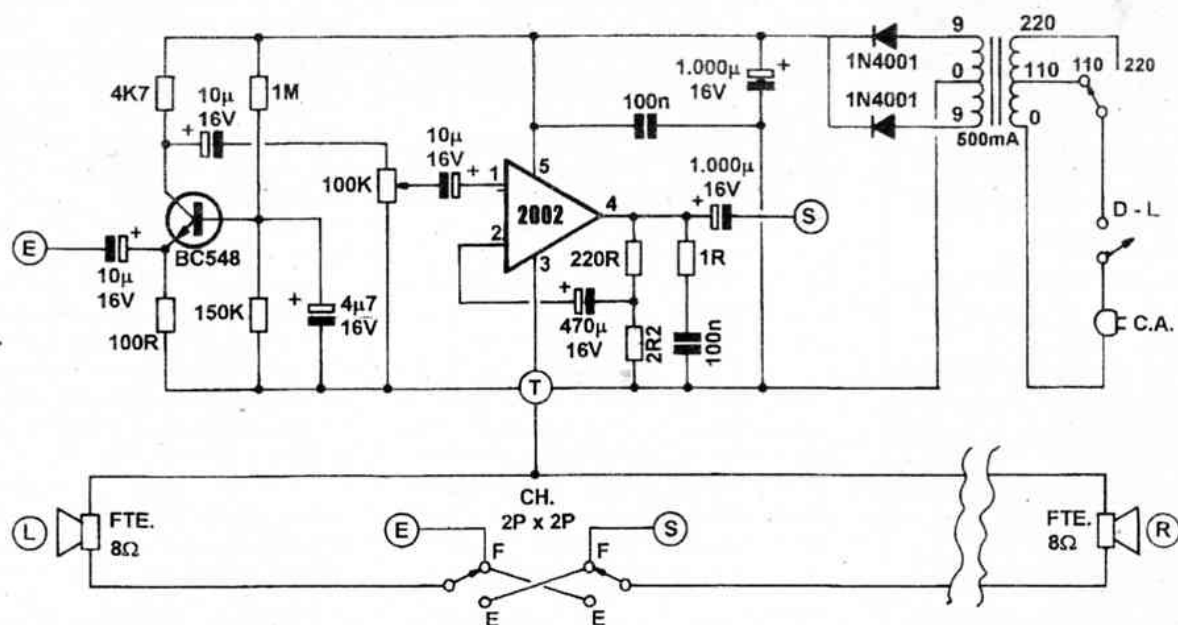

Fig. 1
- **FIG. 1 - DIAGRAMA ESQUEMÁTICO DO CIRCUITO** - A concepção modular embute o conceito de compactação, alto desempenho e grande facilidade de adaptação a múltiplas configurações externas ao circuito... Assim, optamos por um arranjo centrado num integrado amplificador de áudio de bom desempenho, baixo custo e fácil circuitagem: o 2002, originalmente desenvolvido para utilização em amplificadores automotivos (reforçadores de áudio para auto-rádios ou toca-fitas de veículos...), porém perfeitamente capaz de operar sob tensões outras (que não os originais 12 V presentes no circuito elétrico de um carro...) e sob condições circuitais diferenciadas... Esse integrado (que, fisicamente, parece um transistor de potência comum, a não ser pelas suas 5 pernas - no lugar das 3 normalmente mostradas pelos transistores...) permite a implementação de um completo amplificador, de excelente ganho, sensibilidade e potência, com o auxílio de um mínimo de componentes externos (conforme se vê do diagrama...), pouco mais de meia dúzia de resistores e capacitores comuns e baratos... O 2002 pode funcionar sob alimentação C.C. dentro da faixa que vai desde 6 volts até 18 volts (com a potência final máxima a ser esperada, dependente da exata tensão de alimentação...). Como num sistema de intercomunicação ponto-a-ponto típico a necessidade de potência final não é assim tão exagerada, preferimos manter a alimentação num nível intermediário, 9 volts nominais, fornecidos por fonte simples